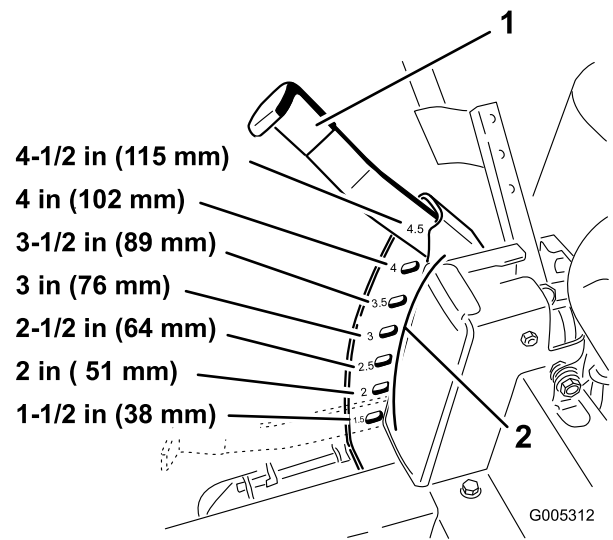

Figura 11
3. Levante la palanca de ajuste de la altura de corte a la posición de transporte, es decir, la posición de altura de corte **4.5** (que es también la posición de altura de corte de 4-1/2 pulgadas [115 mm]) (Figura 11).